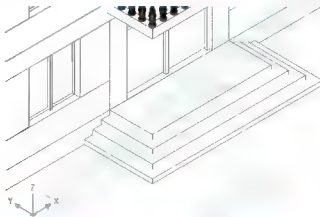
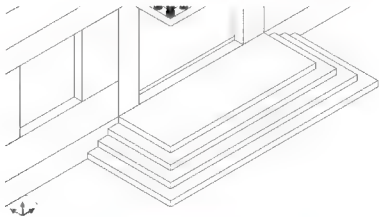

图 6.61 被拉伸后的台阶
图 6.62 进行布尔运算后的台阶
(2) 用相同的方法拉伸 3 个矩形:中间的 2 个矩形分别向 Z 轴正方向拉伸 450mm 和 300mm,最外侧的矩形向 Z 轴正方向拉伸 150mm,结果如图 6.61 所示。
- (1) 执行菜单栏中的【修改】|【实体编辑】|【合并】命令，进行布尔运算。
- (2) 在选择对象：提示下，选择刚才拉伸的全部台阶。
- (3) 按Enter键结束命令，结果如图6.62所示。对比图6.61和图6.62中台阶显示的区别。